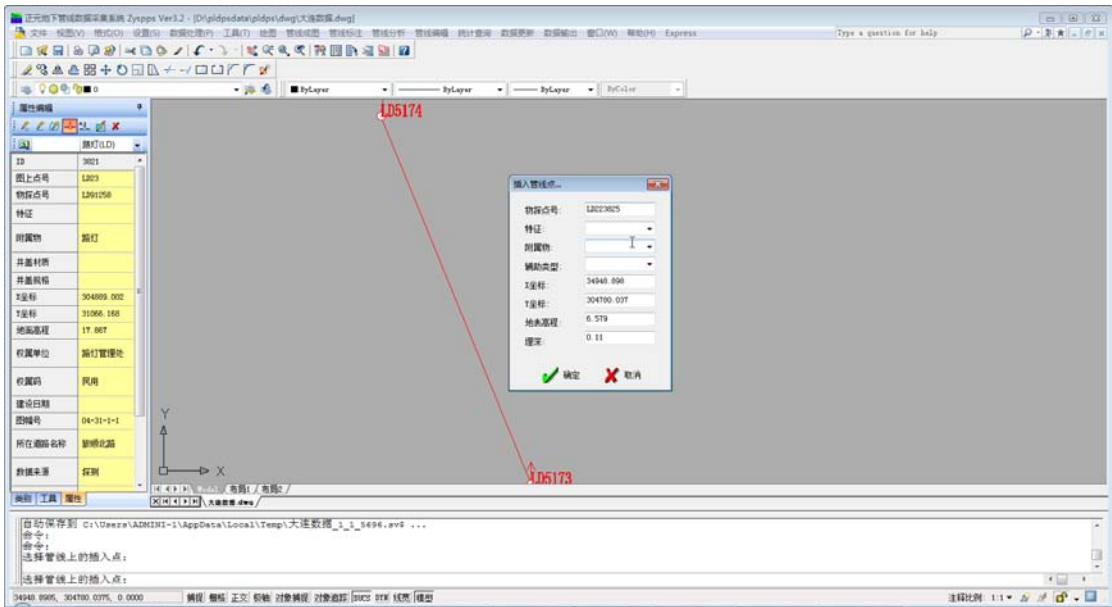

图 30
先在工具栏属性页中选择当前要插入管点的种类  路灯(LD)  后点击插入管点图标 ，然后在图面上要插入管点的管段上点击，弹出插入管点对话框，如下图 30 所示：